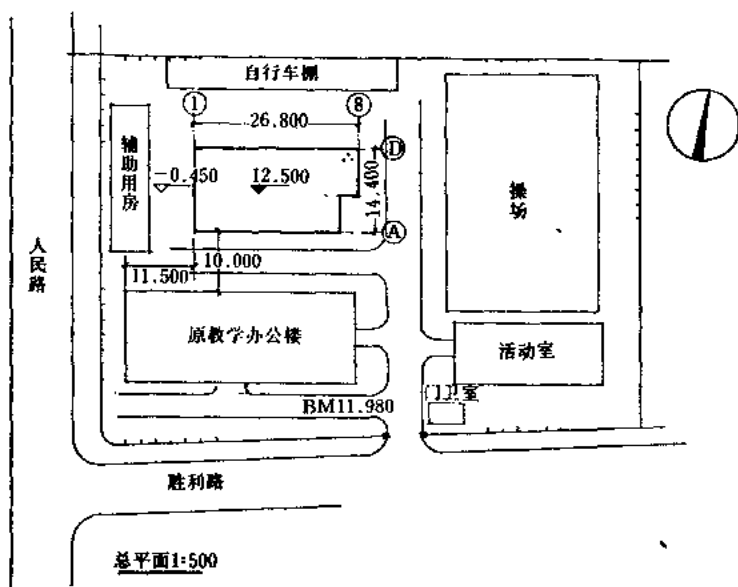

图 1-1 总平面图示意
1) 图1-1是该小学校的总平面图，校址位于胜利路和人民路交叉口。从图标可知是由××××设计院设计。本图的图号为总施1。